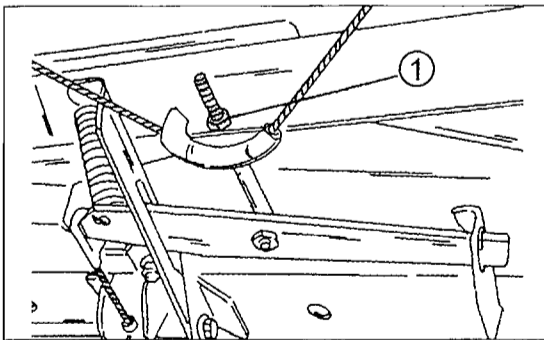

Bild 306
• Die Bremsbacken auf der Bremsträgerplatte montieren. Nachdem alle Teile wieder eingebaut sind, sollte man die zusammengebaute Bremse mit Bild 306 vergleichen.